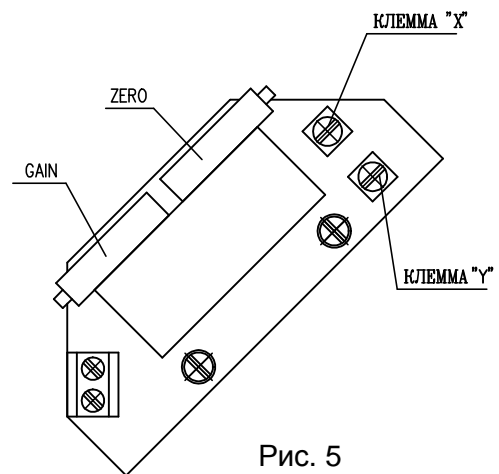

Рис. 5
4.4.1 EPV - 2-проводниковое включение (рис.5)
- Установте омический датчик на основании инструкций в предыдущей главе так, что омическую величину измеряйте на клеммах X-Y (рис.5). (употреблен датчик с омической величиной 100Ω)
- Поворачиванием устанавливающего триммера ZERO (рис.5) установите величину выходного сигнала тока, измеряемого на клеммах 81-82, на величину 4 мА.
4.4.2 EPV - 3-проводниковое включение (рис.5а)
- Установте омический датчик на основании инструкций в предыдущей главе так, что омическую величину измеряйте на клеммах X-Y (рис.5а). (употреблен датчик с с омической величиной 2000Ω или 100Ω).
- Поворачиванием устанавливающего триммера ZERO (рис.5а) установите величину выходного сигнала тока, измеряемого на клеммах 81-82, на величину 0 мА или 4 мА.
- Поворачиванием устанавливающего триммера GAIN (рис.5а) установите величину выходного сигнала тока, измеряемого на клеммах 81-82, на величину 20 мА или 5 мА.
Рис. 5а